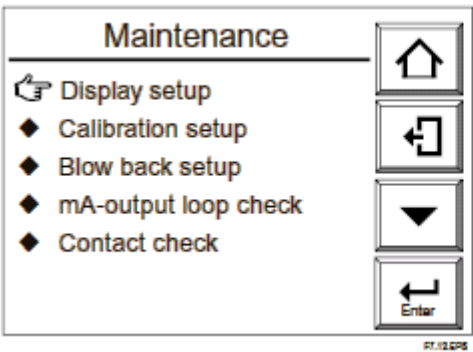

图 7.12 维护面板显示
- (1) 按压基本面板显示中的设置键显示执行/设置显示。然后在执行/设置显示中选择维护。
- (2) 从维护面板显示选择显示设置（图 7.12）。接着就出现显示设置显示（图 7.13）。